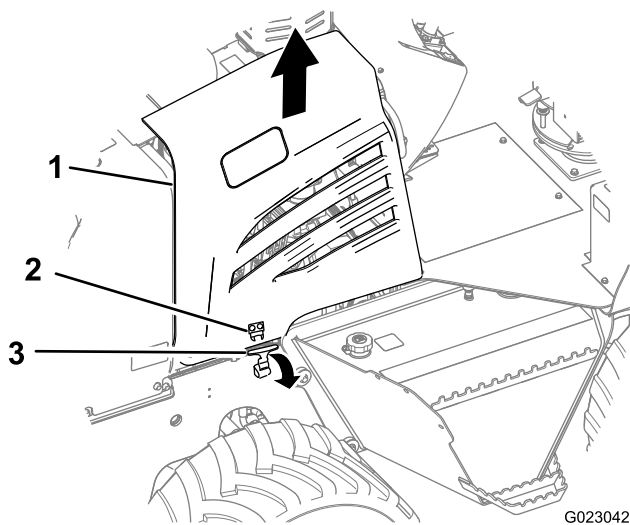

Figura 36
2. Tire hacia arriba del tirador del enganche del panel, y libere el enganche del anclaje (Figura 36).
- 3. Levante el panel lateral en línea recta y retírela de la máquina (Figura 36).
- 4. Tire del tirador del enganche del panel hacia fuera, luego gírelo hacia arriba hasta que esté alineado con el anclaje (Figura 36).